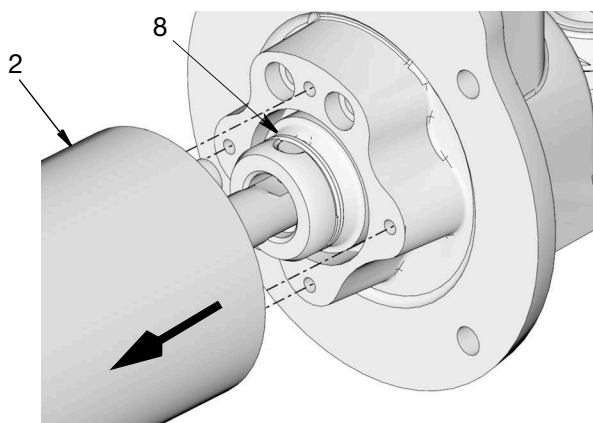

Рис. 25
10. Вдвиньте переходник насоса (2) вниз для доступа к стопорному кольцу (8) (Рис. 25).